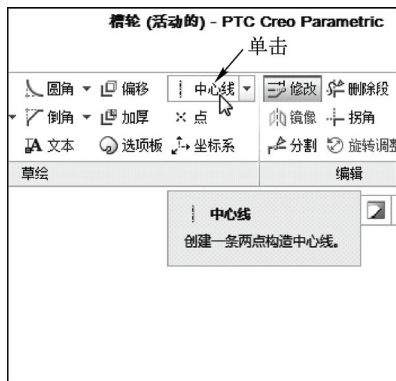

图 2-18 单击“中心线”按钮
STEP 02 在功能区选项板的“草绘”选项卡中，单击“草绘”面板中的“中心线”按钮 ，如图 2-18 所示。